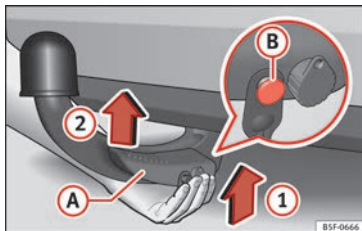

Bild 224 Montera borttagbar dragkrok / utlösningbult uppläppt
- Håll den borttagbara dragkroken **underifrån** » bild 224 och för in den i dragkrokens fäste i pilens riktning **(1)** till den klickar fast. » ⚠